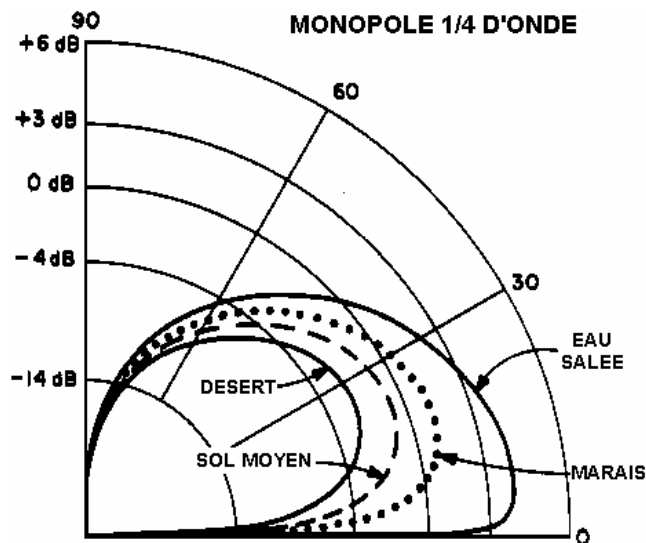

Figure 3
Parmi les plans de sol naturels, seule l'eau salée (mer calme) se rapproche de la perfection. Le sol type prairie ou jardin n'est acceptable que s'il est détrempé. L'eau douce n'est pas meilleure. Le sol urbain est moins bon encore et le sable du désert ou le sol gelé, pires. Voir sur la figure 3 l'effet de la qualité du sol sur le diagramme vertical de rayonnement d'un monopôle quart d'onde (d'après ON4UN).
En (2), la Ground-Plane avec radians horizontaux, est montée très proche du sol. Le résultat ne change pas, que le point commun des radians soit relié au sol ou non. Nous voyons que le gain a chuté et le lobe est remonté, conformément à la figure 3.